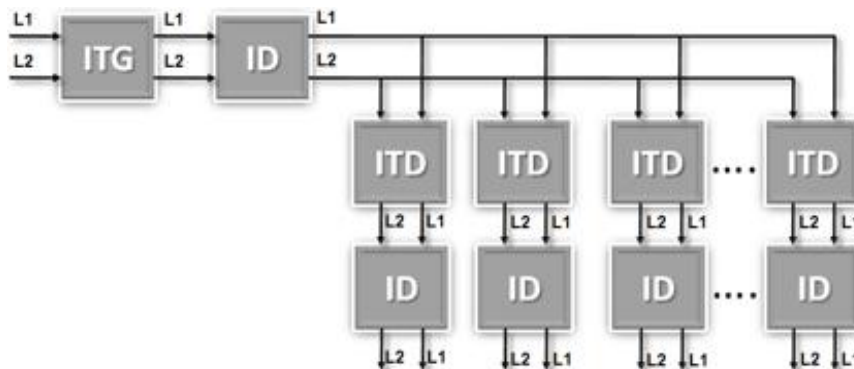

Figura 5.3 Conexão dos dispositivos automáticos em um quadro.
Os elementos que compõem o quadro de distribuição conectam-se entre si, como mostrado na figura 5.3, onde o primeiro elemento que recebe a corrente elétrica do exterior é o disjuntor termomagnético geral (ITG).
A seguir, na figura 5.3, temos um circuito onde se conecta em série um disjuntor termomagnético principal (ITG) e um interruptor diferencial (ID), e na saída deste último são conectados os demais disjuntores termomagnéticos pertencentes aos diferentes circuitos derivados da instalação (ITD).